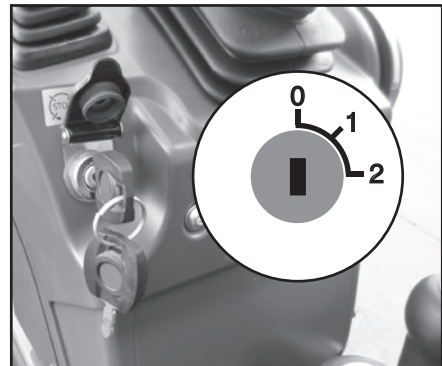

Abb. 5.4
- Die Feststellbremse (A) anziehen (Abb. 5.4); Auf der Instrumententafel überprüfen, dass die rote Kontrollleuchte zur Anzeige der aktivierten Feststellbremse aufleuchtet.